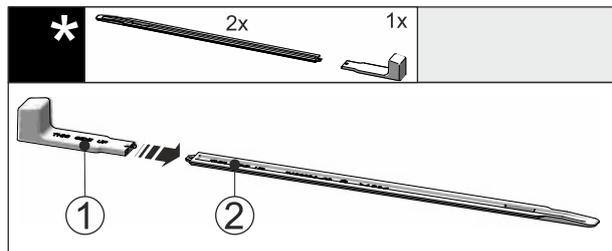

Fig. 45
- ▶ Montagegriff Fig. 45 (1) an die Nivellierschiene Fig. 45 (2) stecken.